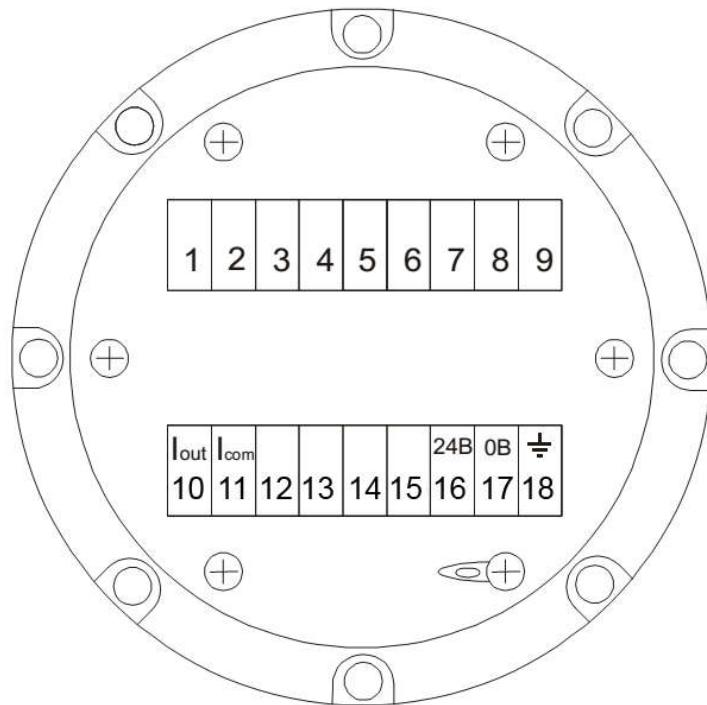

Рисунок 1 - Назначение контактов входных клемм
- подключить проводники к контактам входных клемм и зажимам заземления в соответствии с рис. 1.